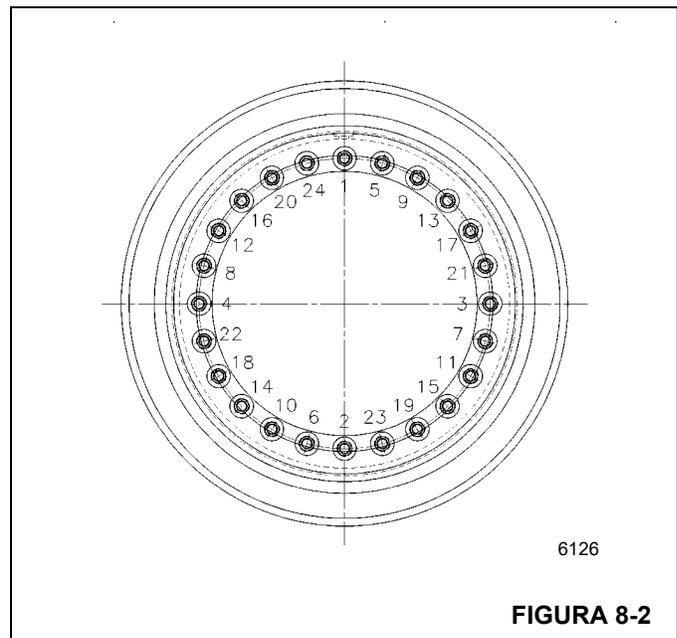

FIGURA 8-2
3. Instale el conjunto de rueda en los espárragos de montaje. Instale las tuercas de rueda y apriételas a 50 lb-pie (68 Nm) siguiendo la secuencia ilustrada en la Figura 8-2.
5. Apriete las tuercas de rueda a un valor de 340 a 360 lb-pie (461 a 488 Nm) siguiendo la secuencia que se ilustra en la Figura 8-2.